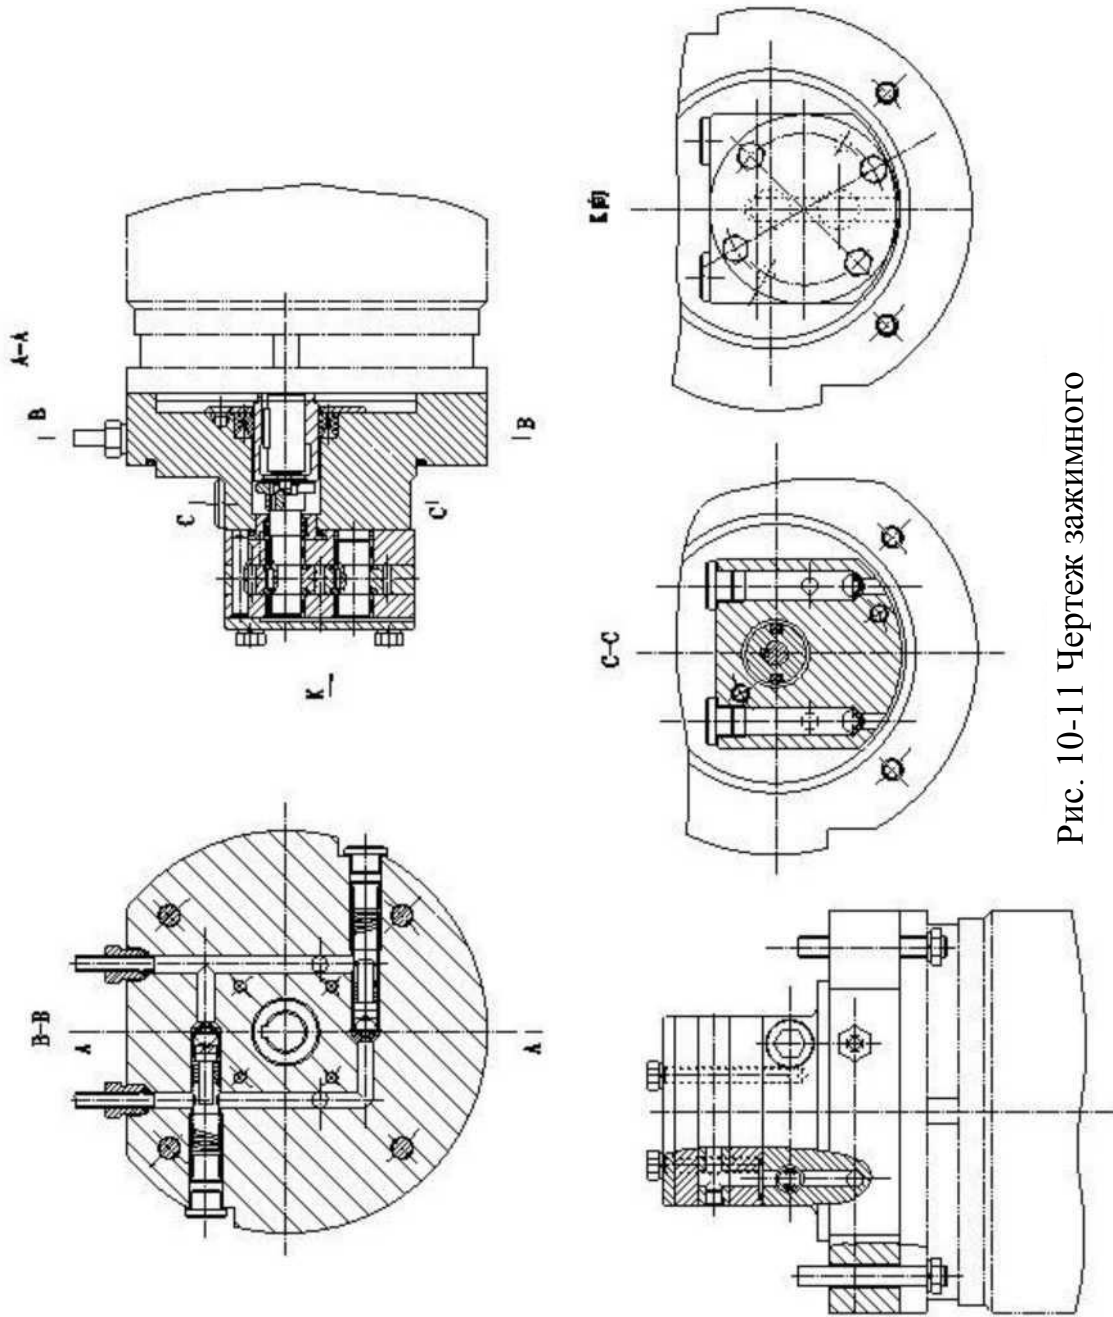

Рис. 10-11 Чертеж зажимного
#### 10.6 Гидравлическая система (Рис. 10-11)
Зажим трех частей данного станка (шпиндельной головки, рукава, наружной и внутренней стоек), осуществляется зажимным масляным насосом, установленным на рукаве (Рис. 10-11). Масло под давлением передается на все зажимные масляные цилиндры через распределительный клапан, распределительный клапан расположен на правой стороне электрического шкафа.
#### **(6) Регулировка гидравлического давления системы зажима (Рис. 10-11)**
Гидравлическое давление системы зажима хорошо отрегулировано и зафиксировано перед поставкой. При определенных условиях вы можете отрегулировать гидравлическое давление, заменив пружину на новую (Рис. 10-11).